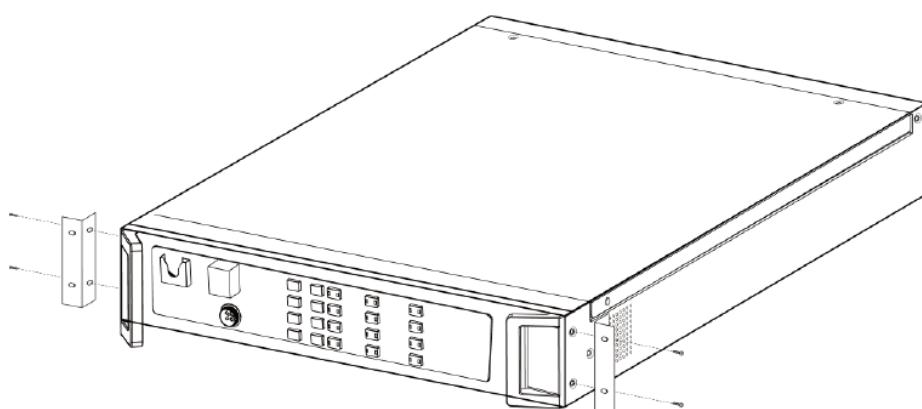

Figura 11 Diagrama esquemático de la instalación del soporte del ZS-2000M
2. Instale soportes en los lados izquierdo y derecho del ZS-2000M, como se muestra en la Figura 11.
- Instale soportes en los lados izquierdo y derecho del ZS-1500/ZS-2250/ZS-4125, como se muestra en la Figura 11.